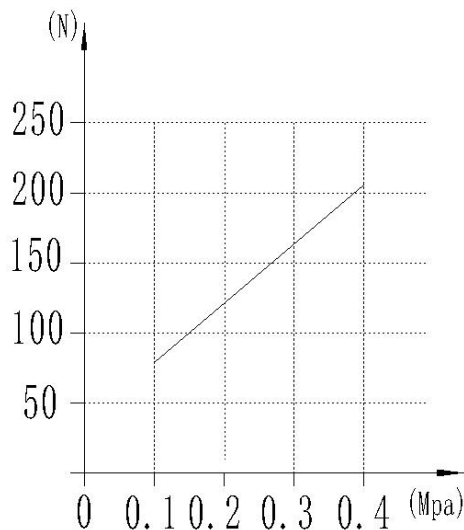

图 7-1 浮动力变化图
- 1、图 7-1 的曲线图说明了垂直方向，夹头指向地面浮动力随施加气压的变化。测量值可能从 0Mpa 到 0.4Mpa 不等并将施加压力转化为浮动力。实际的力特性取决于装置的安装方向和条件。在应用中，去毛刺工具水平安装，施加气压需要克服电机的重量。浮动力大小也取决于工件的材料，刀具